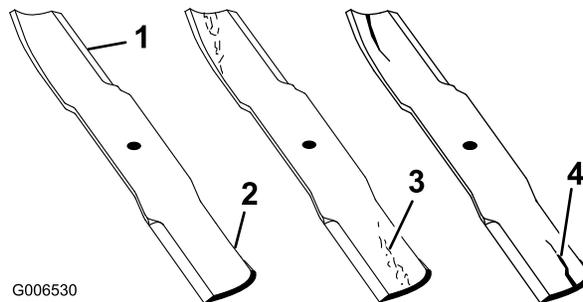

Bild 48
1. Untersuchen Sie die Schnittkanten (Bild 48).
2. Prüfen Sie die Schnittmesser, insbesondere den gebogenen Bereich (Bild 48).
Hinweis: Montieren Sie ein neues Messer, wenn Sie Schäden, Verschleiß oder Rillenbildung in diesem Bereich feststellen (Punkte 3 und 4 in Bild 48).